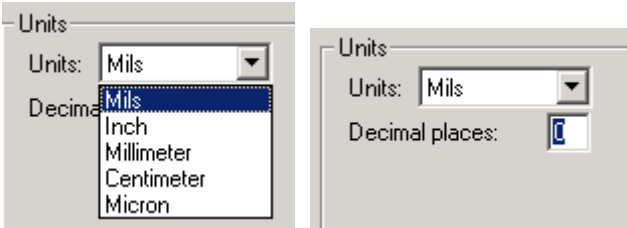

图 6-4 单位设定：单位类型和精确度
- [Unit] 栏指定了采用何种类型的单位编辑焊盘。包含“Units”（单位类型）和“Decimal places”（精度,用小数点后面的位数表示)两个选项,单位可选择类型有 mils(千分之一英寸)、Inch（英寸）、Millimeter（毫米）、Centimeter（厘米）和 Micron（微米）。如图 6-4。设定精确度的时候，在精确度编辑框内填写所需的精确度数字（注意：精确度只能是小数点后 0---4 之间）。